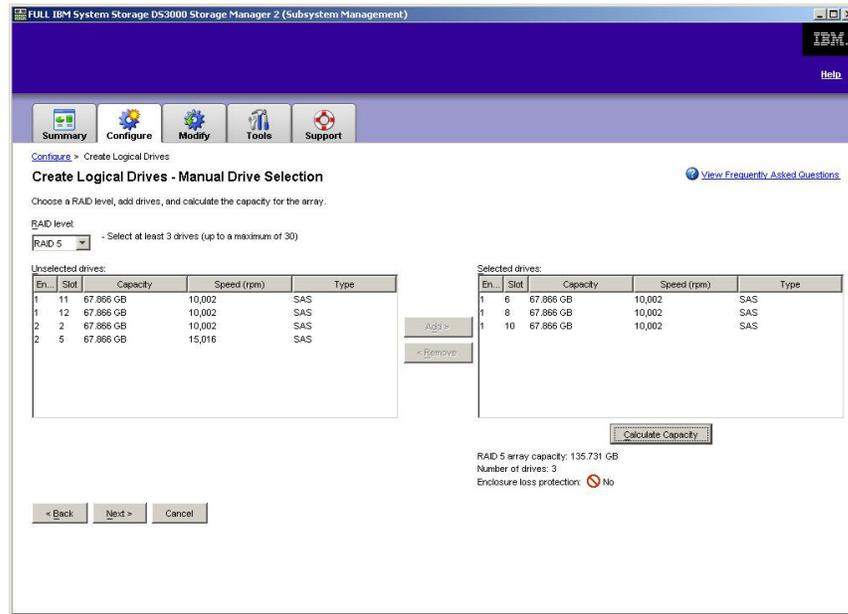

Figure 14. Ecran Manual Drive Selection
8. Lorsque le panneau **Manual Drive Selection** s'affiche (voir figure 14), sélectionnez le niveau RAID. Sélectionnez les unités dans la zone **Unselected drives**, puis cliquez sur **Add** pour les déplacer vers la zone **Selected drives**. Dans la zone **Selected drives**, cliquez sur **Calculate Capacity**, puis sur **Next**.